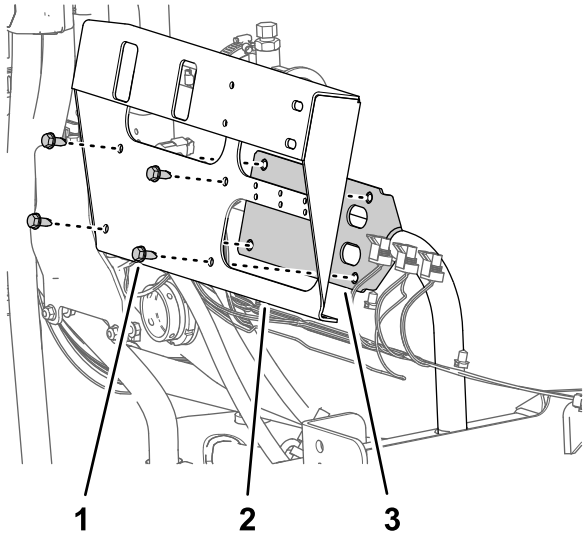

図 73
3. boomバルブブラケットをバルブマウントに固定しているフランジヘッドねじ5/16 x 3/4"4本を取り外して、バルブブラケットを外す 図 73。